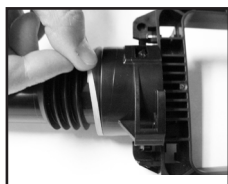

Figura 1
1. Inspeccione la empaquetadura. Si está gastada o dañada, sáquela y reemplácela como se describe en la sección *Finalización*. (Vea la Figura 1).